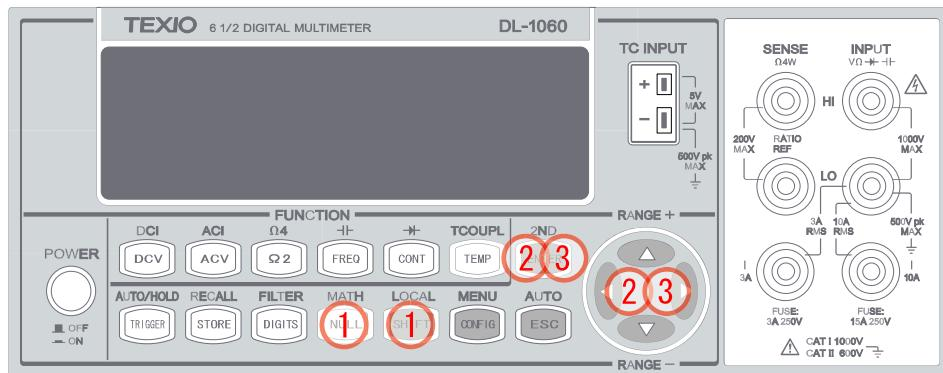

図 3-22
- ① MATH(SHIFT + NULL)ボタンを押して MATH メニューに入ります。
- ② <・>、ENTER ボタン等を使い、PERCENT > TARGET の順で移動し、パーセント定数設定モードにします。
- ③ 値の設定は、△・▽ボタンを使い希望の数値に、<・>ボタンで桁を移動します。ENTER ボタンを押すと値が決定され、パーセント演算された値が表示されます。
- 使用するボタンを図 3-22 に示します。